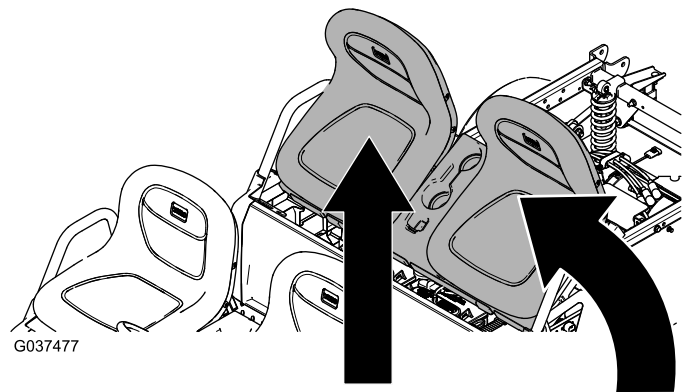

Figure 5
1. Si le véhicule est équipé de sièges arrière, enlevez-les (Figure 5).